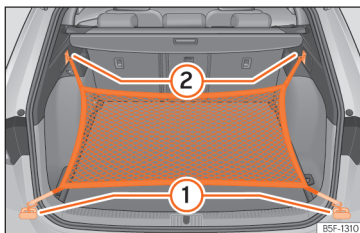

Fig. 193 En el maletero: argollas ① y ganchos ② para enganchar la bolsa de red.
- Fije los ganchos cortos de la red en las argollas de amarre »» fig. 193 ① »» ⚠. La cremallera de la bolsa tiene que quedar hacia arriba.
- Fije las cintas en los ganchos para colgar bolsas ②.